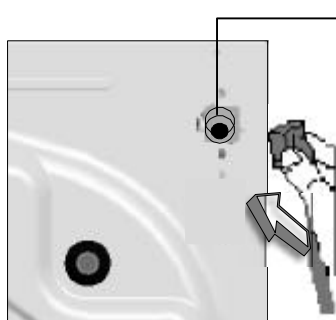
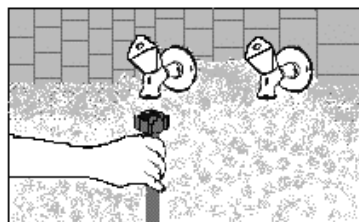

Fig. 6
Fig. 7
- ? Branchez le raccord (coudé) du tuyau d'arrivée d'eau à l'arrière de la machine avec 1 joint (fig.6) et l'autre raccord (droit) au robinet avec le joint avec filtre (fig.7). En cas de doute, faites brancher la machine par un installateur qualifié.